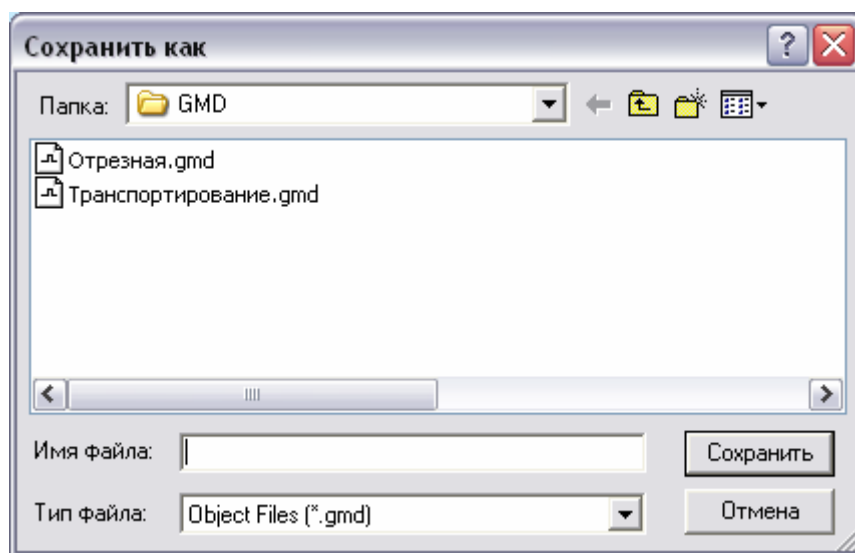

Рис. 35. Диалог «Сохранение объекта».
3. В появившемся диалоге (см. Рис. 35) выберите каталог и задайте имя файла. Нажмите кнопку **Сохранить** - сохранить текущий объект в виде файла на диске. Нажмите кнопку **Отмена** - отменить сохранение текущего объекта.